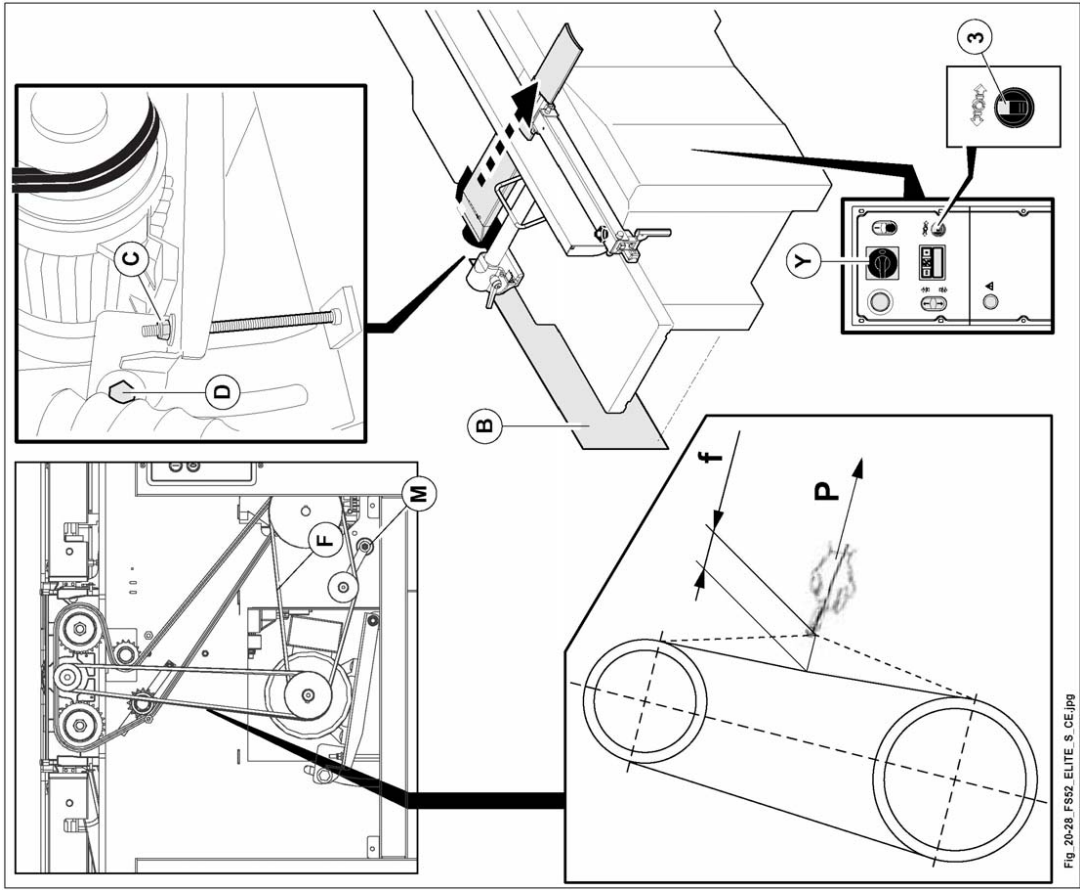

Abb. 20.28
die richtige Spannung der Riemen (F Abb. 20.28) wird durch die Feder (M Abb. 20.28) gewährleistet und bedarf keiner Einstellung.
hauptschalter (Y Abb. 20.28) auf I (ON) gedreht ist.
Lösen Sie die Motorbremse, indem Sie den Wählschalter (3, Abb. 20.28) auf  drehen; motorbremse gelöst: Meldelampe angezündet.
- 1) Hintertür abnehmen (B Abb. 20.28);
- 2) Die Schraube (D Abb. 20.28) lösen.
- 3) Die Mutter (C Abb. 20.28) zum Spannen des Riemens festziehen.
- 4) Nach beendeter Einstellung die Schraube (D Abb. 20.28) festziehen.
- 5) Hintertür anbringen (B Abb. 20.28).
die Motorbremse feststellen, indem man den Wählschalter (3 Abb. 20.28) auf  dreht; motorbremse blockiert: Meldelampe verflöscht.
Um die Schutzabdeckung (B Abb. 20.28) bei Vorhandensein einer Längslochbohrvorrichtung  zu entfernen, muss diese ganz nach oben verschoben werden.